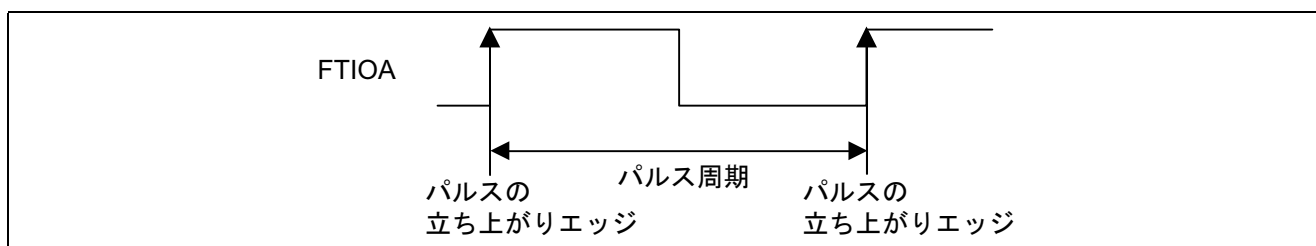

図 1 入力パルスの周期測定
- 図 1に示すように、タイマ W インพุットキャプチャ機能を使用して、GRA インพุットキャプチャ入力端子 FTIOA に入力されたパルスの周期を測定します。